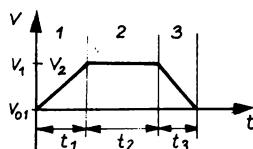

Bild 15
1. Bild 15. Die Bewegung hat drei Phasen, die getrennt behandelt werden (1 und 3 gleichmäßig beschleunigte, 2 gleichförmige Bewegung).